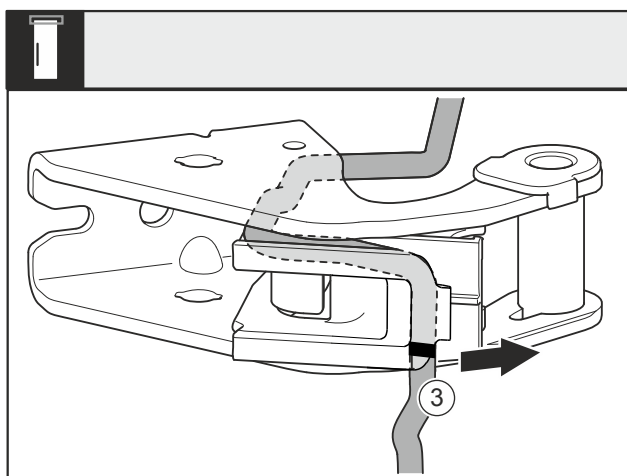

Fig. 27
- Irrota johto johdon pidikkeen kanssa Fig. 27 (3) laakerijalustasta.